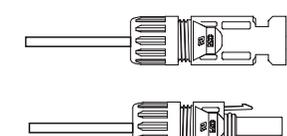

Figura 5.20 Conector con la tuerca ciega atornillada
4. Inserte el conector metálico en la parte superior del conector y apriete la tuerca con un par de 3 a 4 Nm (véase la figura 5.20).